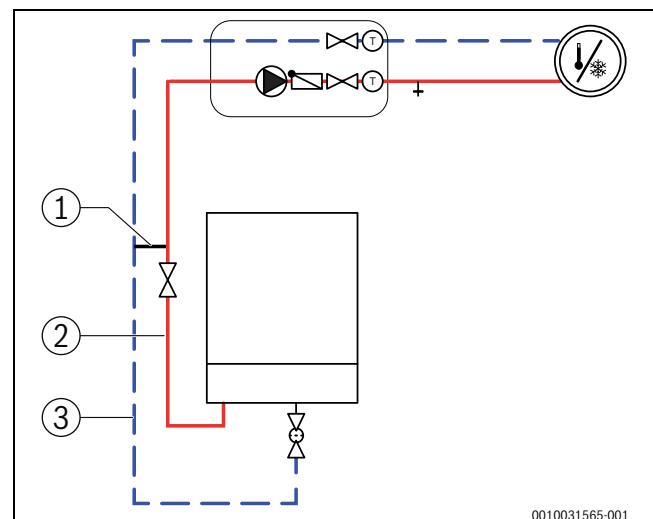

Fig. 9 Unità interna con circuito di riscaldamento e bypass
- ▶ Installare il bypass [1] tra la mandata [2] e il ritorno [3] (→fig. 9), per disaccoppiare idraulicamente il circolatore riscaldamento dal circuito di riscaldamento. In sede di installazione rispettare le dimensioni e le distanze prescritte (→tab. 8).